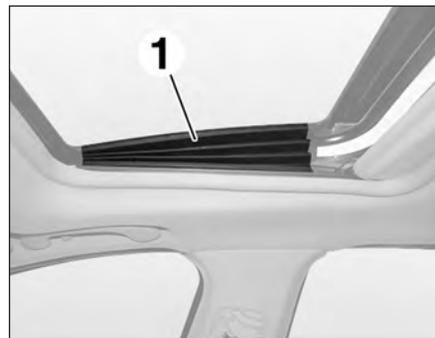

FIG.126
- Dégrafer le soufflet de protection (1) (Fig.126).